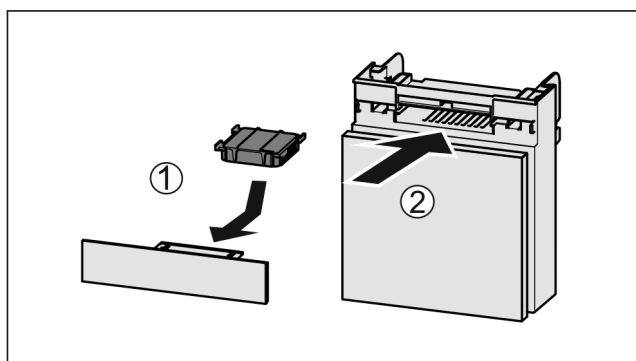

Fig. 129
- ▶ Umetnite filtara s aktivnim ugljenom kao što je prikazano na slici *Fig. 129 (1)*.
- ▶ Umetnite pretinac *Fig. 129 (2)*.